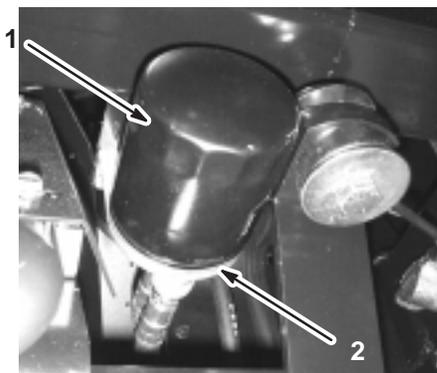

Figure 31
2. Déposez le filtre usagé (Fig. 31).
3. Essuyez la surface du joint de l'adaptateur du filtre (Fig. 31).
4. Appliquez une fine couche d'huile neuve sur le joint en caoutchouc du filtre de rechange (Fig. 31).
5. Posez le filtre à huile de rechange sur l'adaptateur. Tournez le filtre dans le sens horaire jusqu'à ce que le joint en caoutchouc rejoigne l'adaptateur, puis donnez 1/2 tour supplémentaire (Fig. 31).